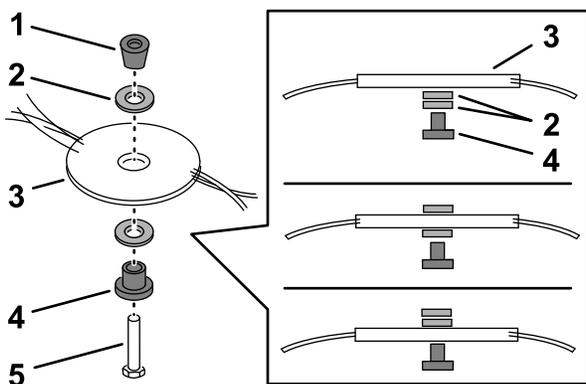

Figura 29
5. Utilice la llave suministrada con la máquina para retirar el disco de corte, girando el perno en sentido antihorario (Figura 29), y guarde todos los herrajes de montaje.